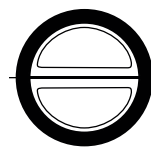

Рис. 2
2. Клапан необходимо устанавливать в таком положении, чтобы были задействованы обе створки, как на рис. 1. Недопустима установка клапана как на рис. 2 и рис. 3.